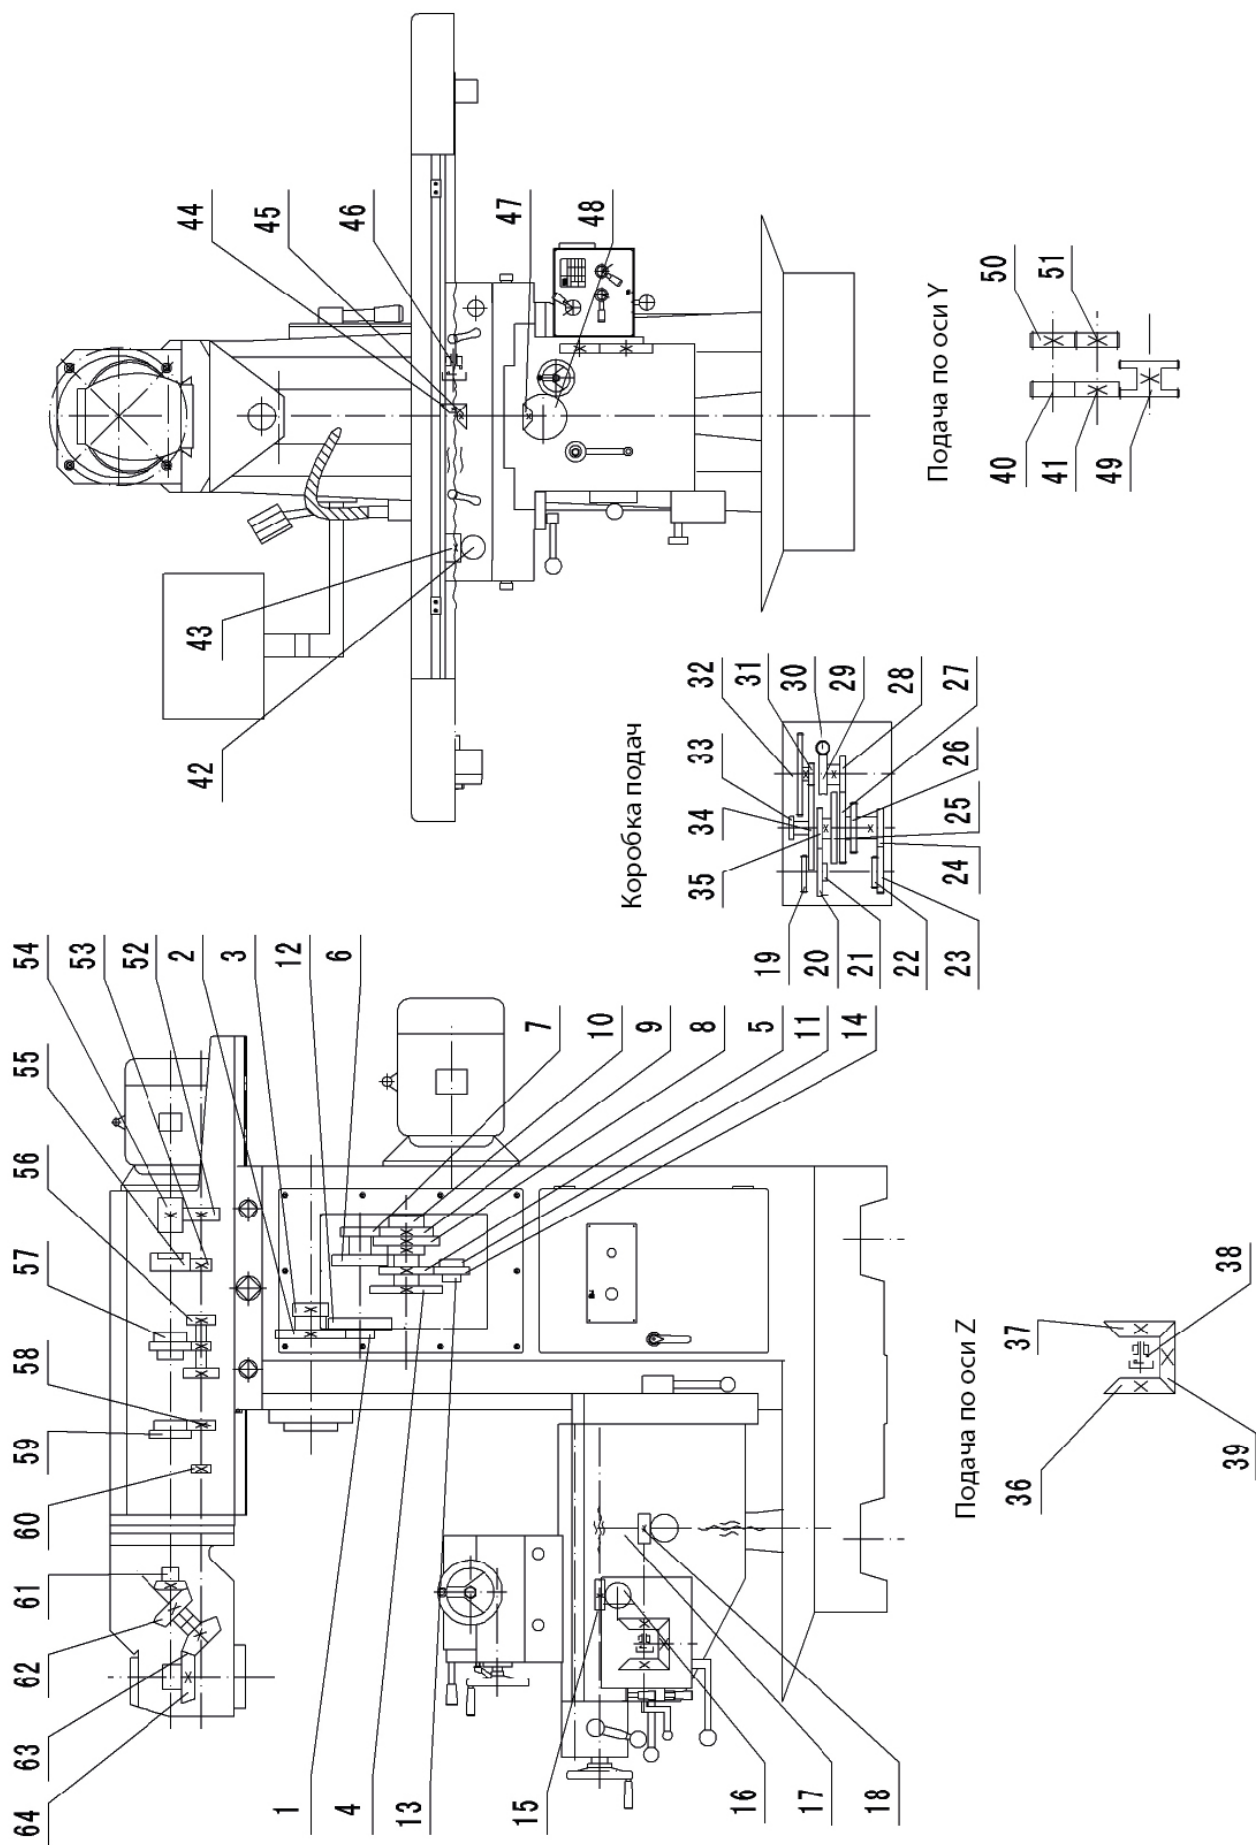

Рис. 2
5. Передаточные механизмы станка (Рис.2)